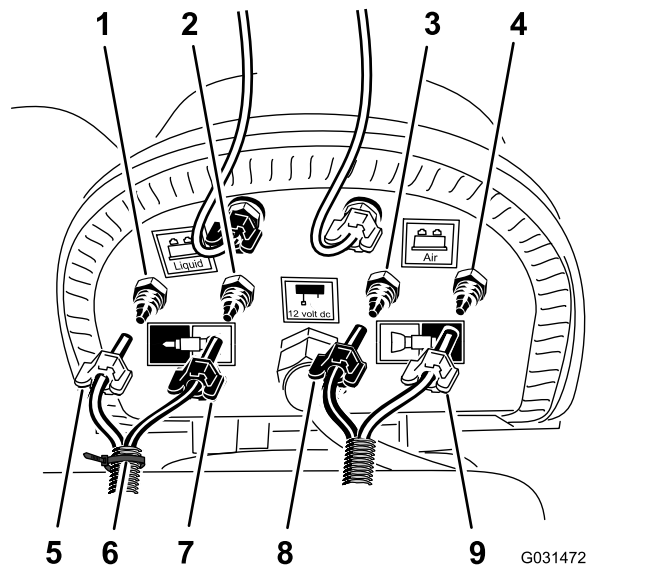

Рисунок 23
1. На соединительной панели компрессора, предназначенной для комплекта пенного маркера, закрепите кабельную стяжку вокруг прозрачной и синей трубок для правой секции стрелы (Рисунок 23).
- Ослабьте зажимные гайки 2 прозрачных и 2 синих трубок, идущих к пенообразующим насадкам в левой и правой секциях стрелы (Рисунок 23).
- Снимите 4 трубки с обжимных фитингов секций стрел (Рисунок 23).